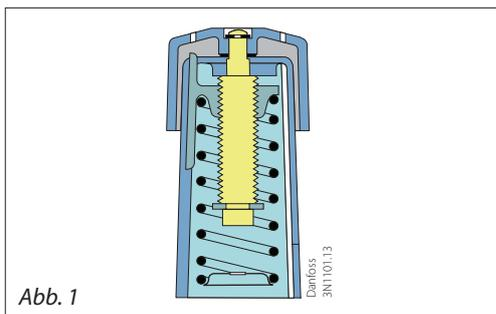

Abb. 1
1. **Abb. 1:** Einstellungsteil mit Handrad, Einstellfeder und Einstellskala